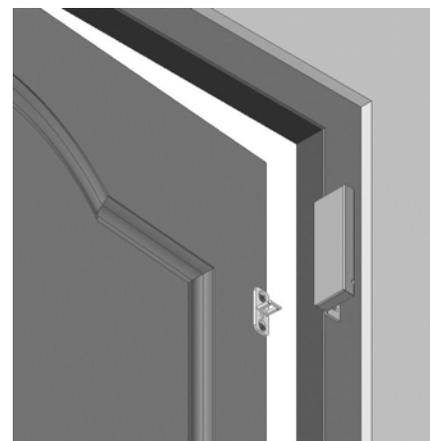

Рис.3 Установка замка на монтажный L- уголок
- **монтажный L-уголок AL-250UZ;** для дверей, открывающихся наружу (Рис.3).